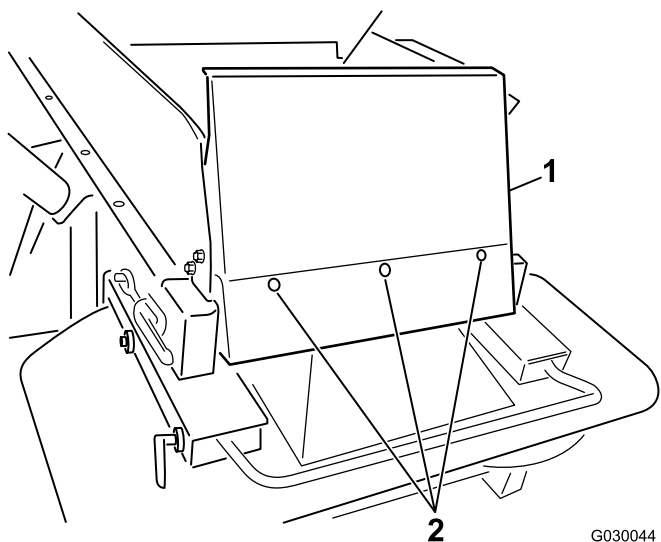

図 7
6. ホッパーガードを取り付ける付属のボタン形ボルト 1/4 x 5/8インチ とナイロンロックナットを使用する 図 7。